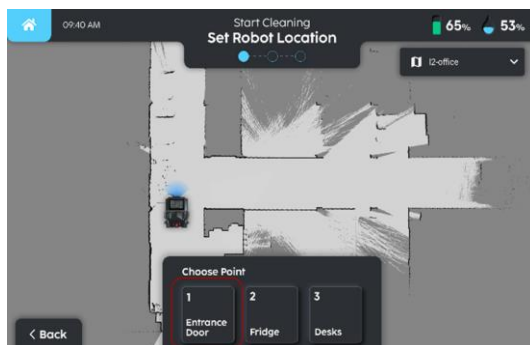
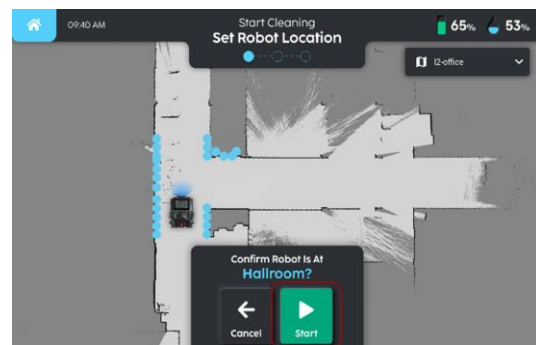

FIGURE 5-2
FIGURE 5-3
1. Définissez la position du robot sur la carte (Fig. 5-2) et sélectionnez 'DÉMARRER' (Fig 5-3).